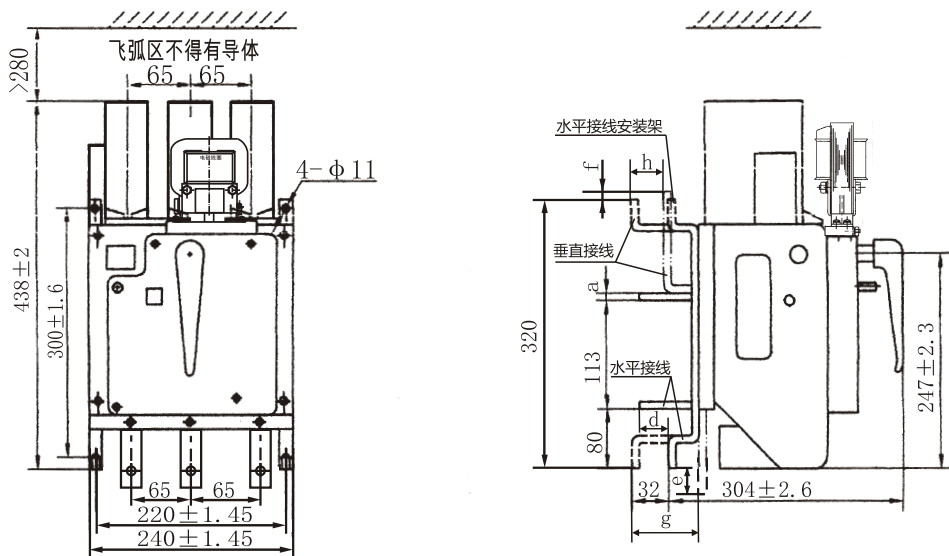
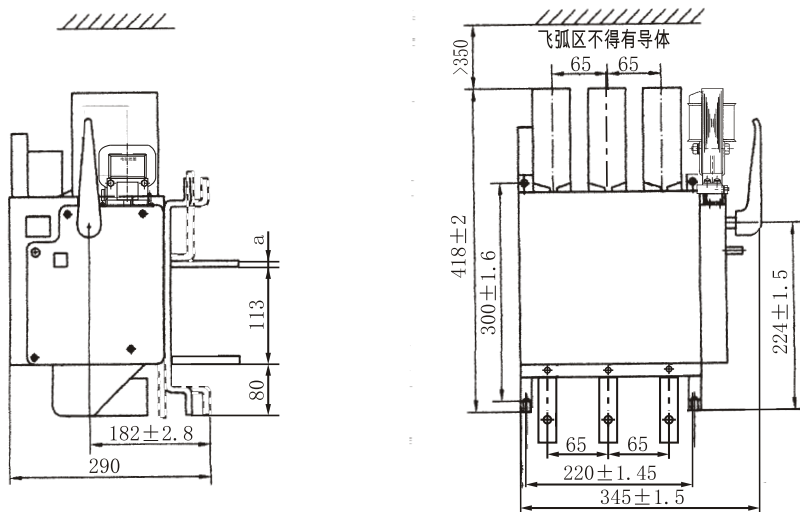

图4 正面操作的(主回路工作电压最高AC380V)安装尺寸和外形尺寸
图5 侧面操作的(主回路工作电压最高AC1140V)安装尺寸和外形尺寸
**6.1 固定式断路器外形尺寸及安装尺寸**见图4、图5、图6。